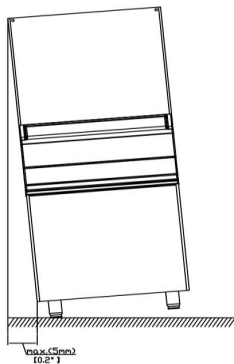
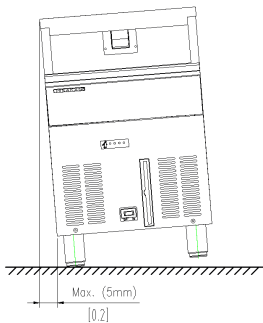

图 3
图 5
- 3. 将碎冰机放置在固定位置，装好底脚调平。参见图 3 图 5。